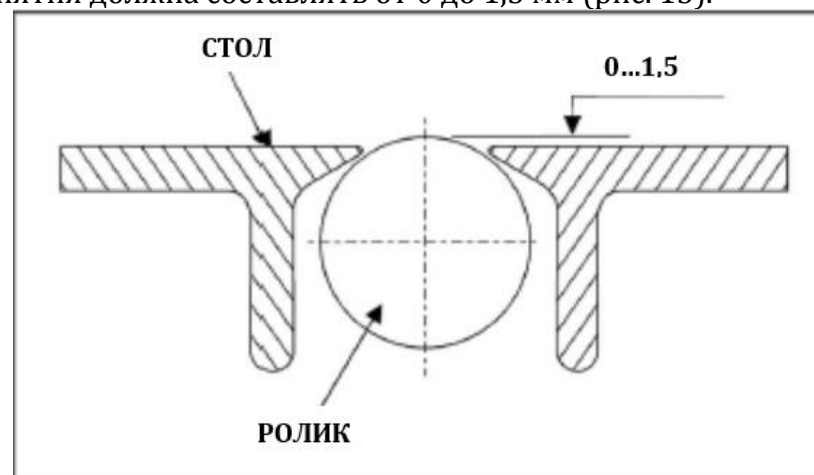

Рис. 15
**ПРИМЕЧАНИЕ:** при поднятии ролика выше стола высота поднятия должна составлять от 0 до 1,5 мм (рис. 15).